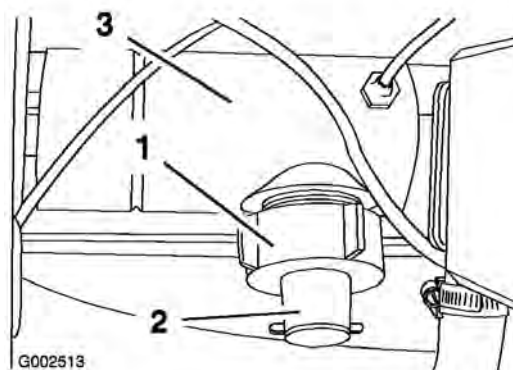

Figura 48
1. Togliete il coperchio dal corpo del flussometro (Figura 48).